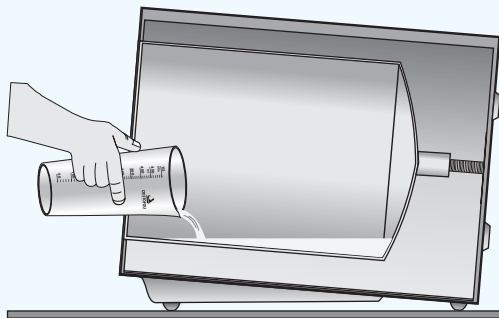

Fig. 16
► Abra a porta da autoclave, usando o copo dosador, coloque a quantidade correta de **água destilada** diretamente na câmara **antes** de cada ciclo (Fig. 16) de acordo com a Tabela 4 abaixo.